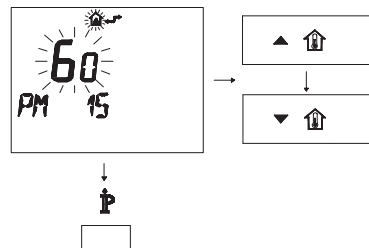

Figura 5.34
- Modificare il SET programmato agendo sui pulsanti \uparrow o \downarrow fino a visualizzare un **set di 60**, aspettare che il numero programmato cominci a lampeggiare (Figura 5.34).